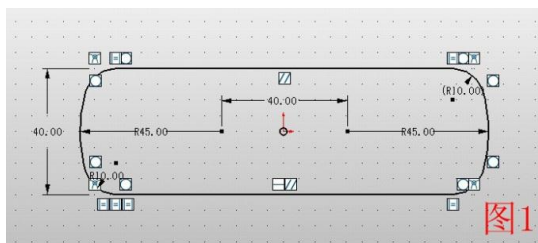
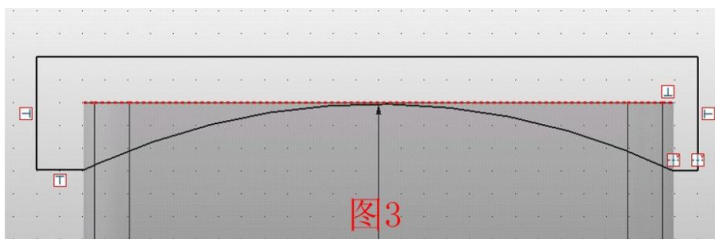
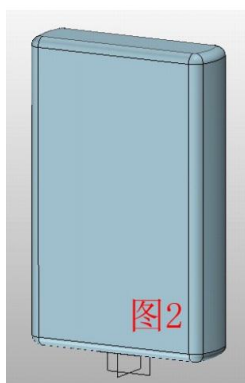
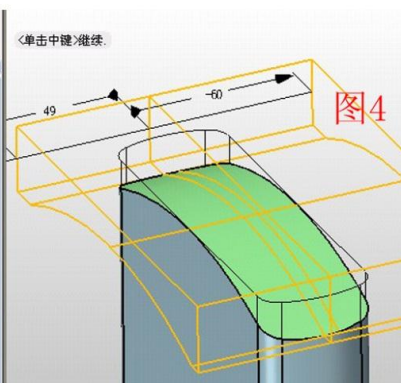

图1
图3
图2
图4
1、在 XY 面插入草图 1，绘制如图 1 所示的图形；退出草图，拉伸草图 1，拉伸长度为 200，点击圆角，给边做半径为 6 的圆角，如图 2；在 XZ 面插入草图 2，绘制图 3 所示的图形，点击拉伸--减运算，轮廓为草图 2，如图 4，并将边缘做半径为 6 的圆角，如图 5。
3、在 XZ 面插入草图 3，在图 10 所示的位置绘制半径为 3 的圆，并拉伸草图 3 成圆柱，参数如图 11，注意选择拉伸中的“基体”选项；隐藏外壳，在 XY 面插入草图 4，绘制图 12 所示的 4 个矩形，点击拉伸--减运算，拉伸草图 4，显示隐藏的部分，效果如图 13。